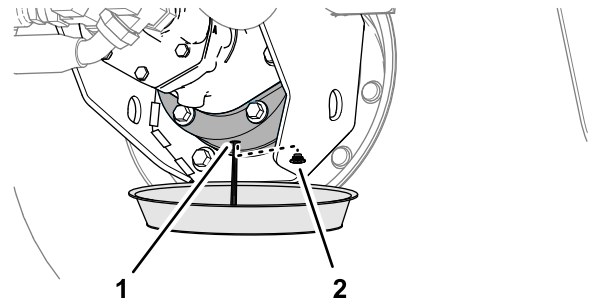

Bild 87
6. Stellen Sie eine Auffangwanne unter das Bremsgehäuse, entfernen Sie die Ablassschraube und lassen Sie das Öl vollständig ablaufen (**Bild 87**).